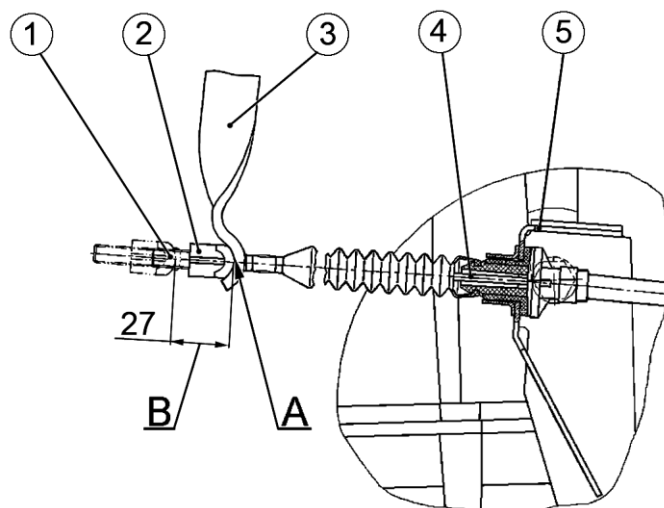

Рисунок 2-26 – Механизм привода сцепления:
- завести трос привода сцепления в направляющую втулку кронштейна 5, рисунок 2-26, на корпусе коробки передач;